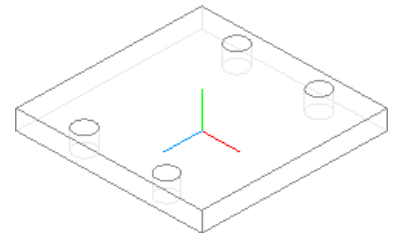

Рис. 7.26
2. Для создания остальных трех отверстий воспользуемся командой  **Массив по сетке** с параметрами: **Количество по первой оси** – 2, **Шаг** – 40; **Количество по второй оси** – 2, **Шаг** – 74; **Угол раствора** – (-90°) (рис. 7.26).